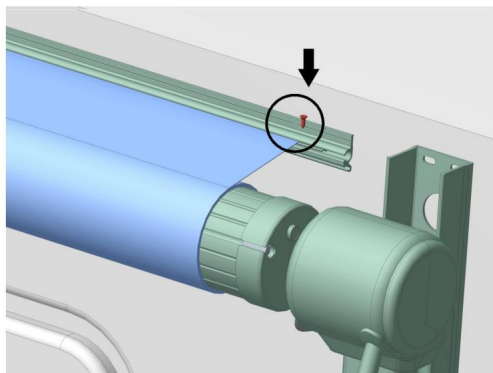

Abbildung D25
6.3 Fixierschraube B (Bild D25) beidseitig in den Stoffeinsatz einsetzen, um ein Verschieben des Schirmstoffes zu verhindern. Achten Sie beim Einsetzen der Fixierschraube auf ein mäßiges Spannen des Schirmstoffes, um eine Planlage zu gewährleisten.